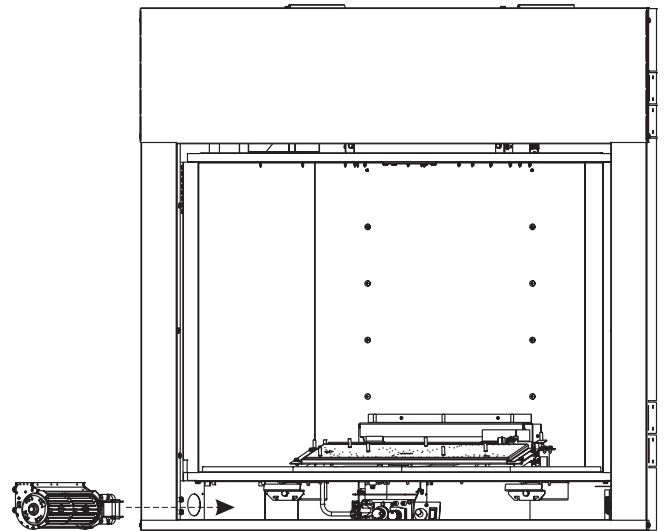

Figure 20
4. Introduire la soufflerie dans le foyer par l'ouverture inférieure en-dessous de l'âtre. **Voir Figure 20.**